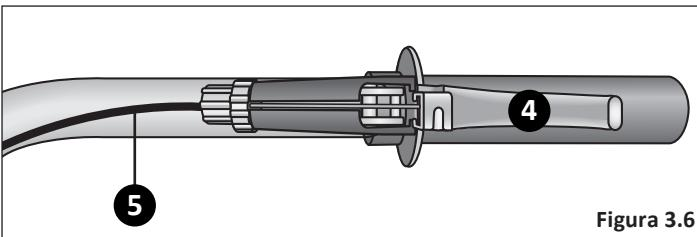

Figura 3.6
- 4 Suelte la maneta de freno. **Figura 3.6**